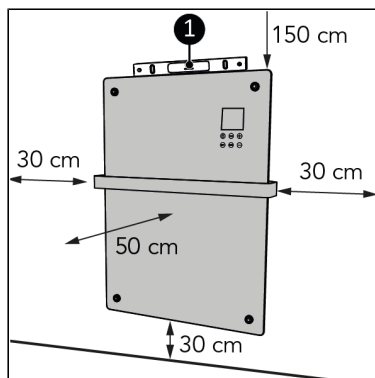

Figure 59.
5. Placez l'appareil sur une surface verticale et solide. Utilisez un niveau à bulle pour placer l'appareil (Figure 59, pos. 1).
6. Placez l'appareil en respectant une distance minimale (Figure 59) de :